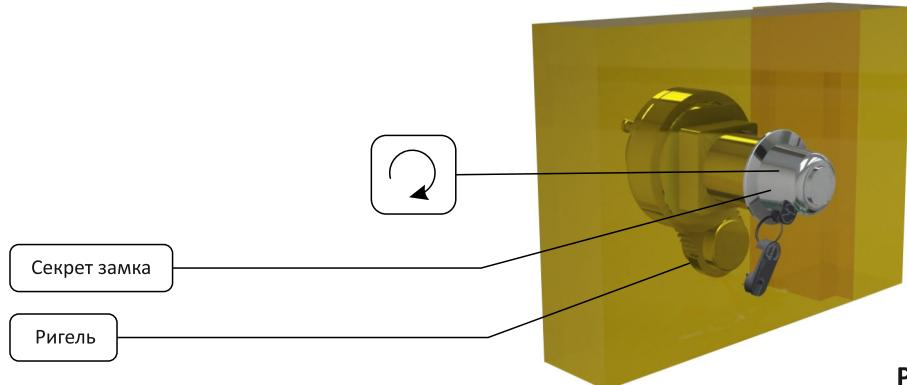

Рис.5
**Шаг 4.** После нажатия на кнопку, открываем замок поворотом секрета замка влево или вправо, в зависимости от установки замка. Ригель при этом поворачивается вниз (рис.5)